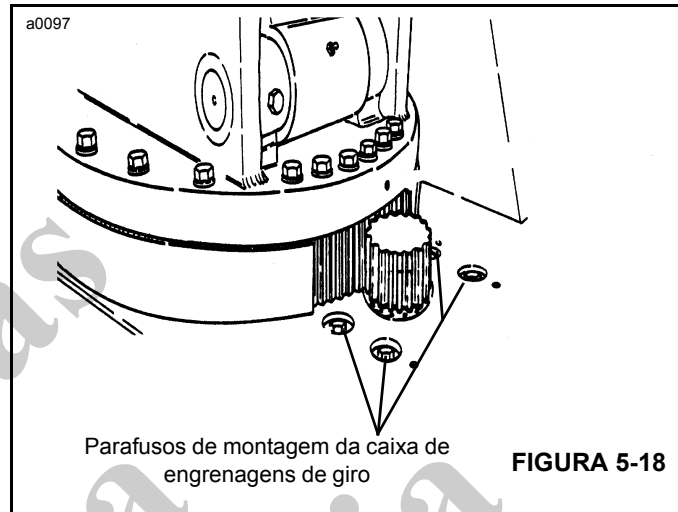

FIGURA 5-18
Aperte os parafusos de montagem M12 da caixa de engrenagens (4) com um torque de 110 Nm (81 lb-pé). Consulte a Figura 5-18. Se os parafusos estiverem soltos, verifique a folga entre dentes das engrenagens.